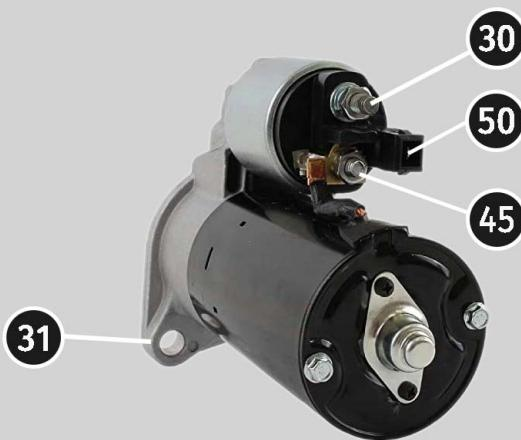

Рисунок 15. Расположение клемм на стартере
3. Разъем стендаМ «50» кабелем подключите к управляющему выводу соленоида стартера клемма 50, см. рис. 15.
4. Разъёмы стендаМ K30 и K45 подключите к соответствующим клеммам стартера см. рис. 15.